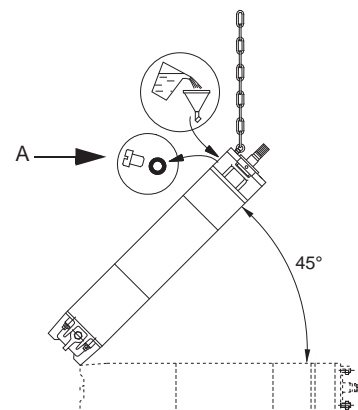

Рис. 8 Положение электродвигателя при заполнении – MMS
1. Установите электродвигатель под углом  $45^{\circ}$  так, чтобы верхняя часть двигателя была направлена вверх. См. рис. 8.
2. Ослабьте резьбовую пробку (A) и установите воронку в отверстие.